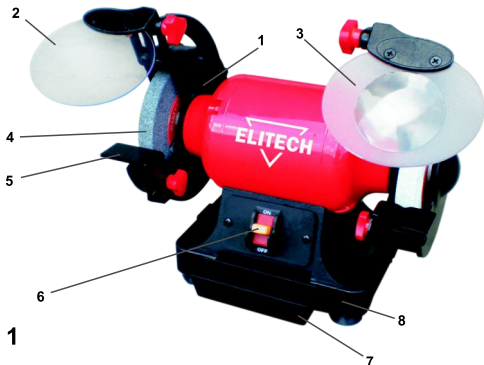

Рис. 1
3. Установить упор 5 (рис. 1) так, чтобы верхняя точка соприкосновения обрабатываемой детали со шлифовальным кругом 4 находилась выше горизонтальной плоскости, проходящей через центр круга, но не более чем на 10 мм. Проверить и при необходимости отрегулировать зазор между упором 5 и шлифовальным кругом 4. Зазор должен быть не более 2 мм, рабочая поверхность упора должна быть горизонтальной, либо, если предусмотрено конструкцией станка и технологией обработки детали, может быть наклонена вниз. Надежно закрепить упор.